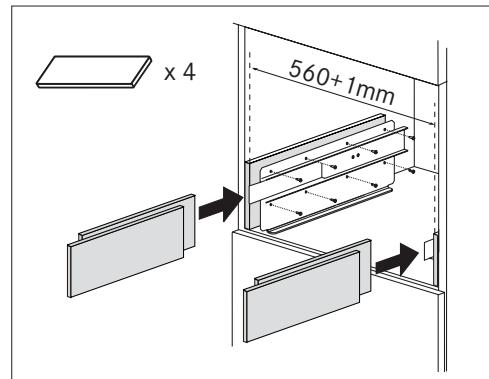

Fig. 7
- Si es necesario, corrija la alineación del aparato colocando los separadores suministrados debajo o a los lados del soporte (Fig. 7).